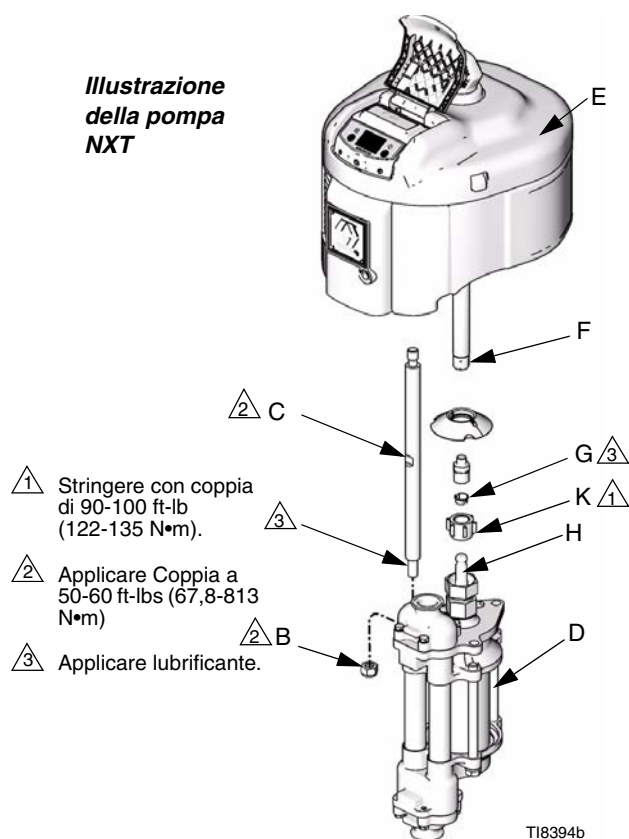
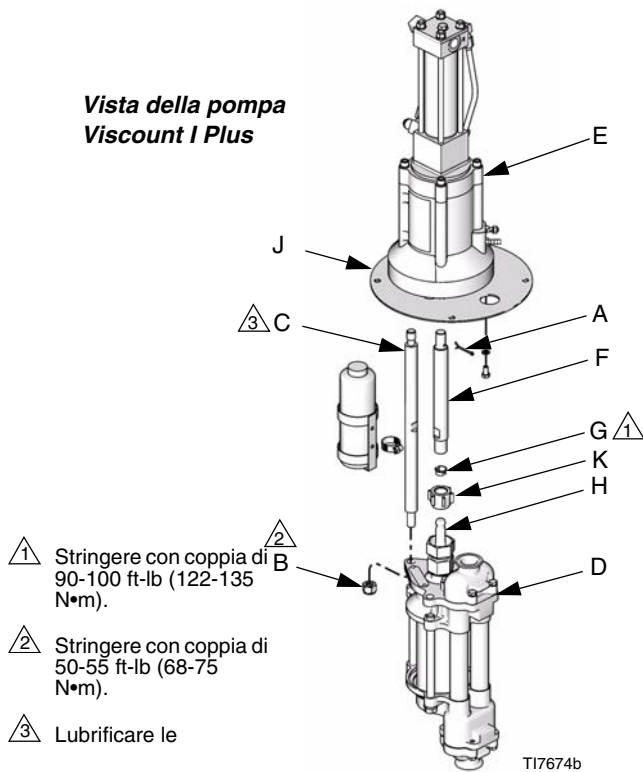

FIG. 5
FIG. 6
3. Allentare il dado (K) di accoppiamento e rimuovere i collari (G). Togliere il dado di accoppiamento dallo stelo del pistone (H) Svitare i controdadi (B) dai tiranti (C). Tirare il pompante da (D) fuori dal motore (E). Vedere FIG. 5 e FIG. 6.
1. Viscount I Plus Allentare ma senza rimuovere le viti che fissano al motore (E) il piatto adattatore (J). Vedere FIG. 6. Per le pompe Viscount II, stringere nel motore (E) la vite (N) con coppia di 50-55 ft-lb (68-75 N•m).
2. Avvitare i tiranti (C) nella piastra dell'adattatore (J) e stringere con coppia di 50-55 ft-lb (68-75 N•m). Viscount I Plus Sulle pompe i tiranti si inseriranno nei fori filettati nella base del motore. Le pompe Viscount II si fisseranno nel piatto adattatore (J).
3. Riempire la cavità situata sul fondo dell'albero del motore con grasso. Avvitare l'accoppiamento (F) nell'albero del motore fino ad allineare i fori del perno. Inserire la coppiglia (A) nel primo foro dall'estremità dell'accoppiamento. Sulle pompe Viscount II, avvitare il dado di accoppiamento (M) nell'albero del motore.
4. Allineare il pompante da (D) con i tiranti (C) e installare i dadi bloccanti dei tiranti (B).
5. Inserire gli anelli (G) e avvitare il dado di accoppiamento (K) sull'asta di accoppiamento (F) e stringere con coppia di 90-100 ft-lb (122-135 N•m).
6. Viscount I Plus Per le pompe, stringere al motore (E) il piatto (J) adattatore con coppia di 15-17 ft-lb (20-23 N•m). Viscount I Plus Per le pompe Viscount I e Viscount II, stringere i dadi di blocco (B) dei tiranti con coppia di 50-55 ft-lb (68-75 N•m).